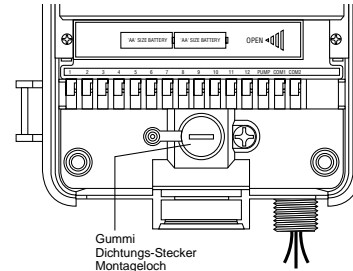

ABB. 20: Kabelanschlussfach des Steuergerätekastens
- Entfernen Sie den Gummi-Schutzstöpsel aus der Schraubenöffnung und schieben Sie eine Schraube der Größe 8 durch die Öffnung im Steuergerätekasten [siehe Abb. 20].
- Ziehen Sie die Schraube fest an, bis der Steuergerätekasten an der Wand festsetzt und setzen Sie dann den Gummistöpsel wieder in die Öffnung [siehe Abb. 20].